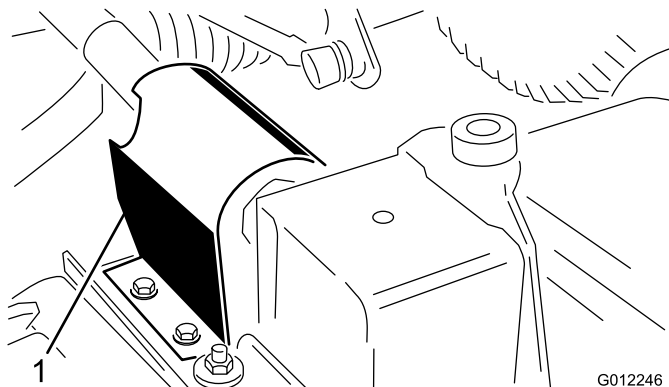

Figura 5
- Retire os dois parafusos auto-roscentes que prendem a protecção da tomada de força à parte superior da placa de montagem da caixa de engrenagens e retire a protecção (Figura 5).